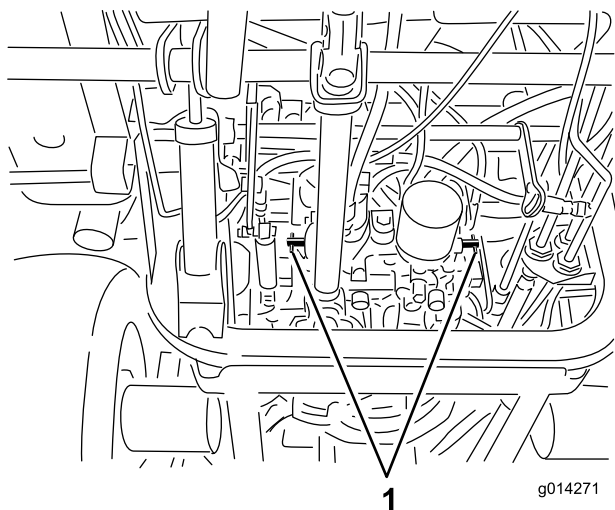

Figure 28
4. Tournez chaque vanne de dérivation d'un tour dans le sens anti-horaire (Figure 28).
Tournez chaque vanne de dérivation d'un tour dans le sens horaire et serrez-les à la main (couple de serrage de 8 Nm approx.) (Figure 28).